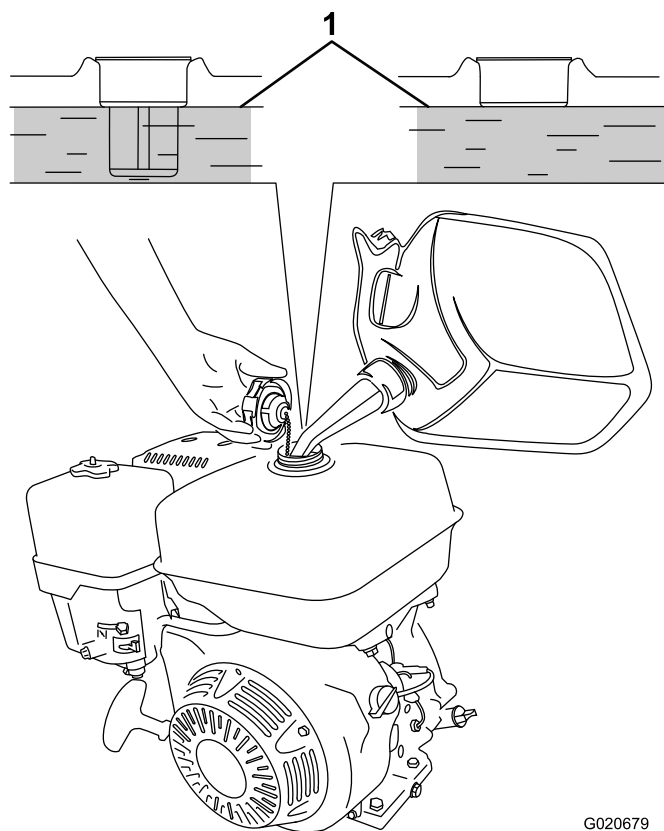

Figure 12
3. Nettoyez la surface autour du bouchon du réservoir et enlevez le bouchon (Figure 12).
4. Versez de l'essence dans le réservoir de carburant jusqu'à ce que le niveau atteigne le bas du niveau maximum (Figure 12).